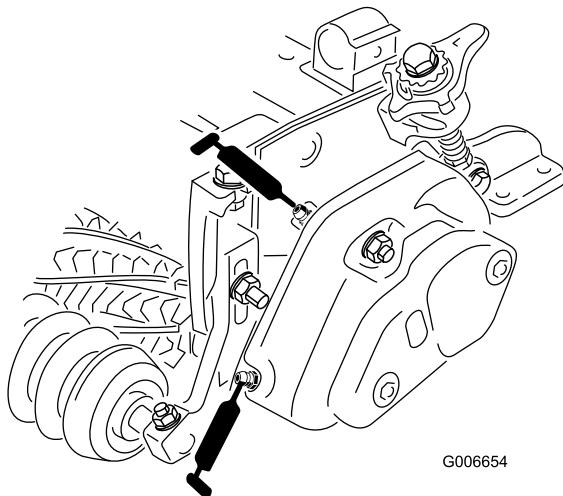

図 14
25. 各ベアリングハウジングにグリスを詰める図 14。内側シールとシールガードの間から余分なグリスが出てくる。
26. 各ベアリングにグリスを注入する注入は23回を限度とすること図 14。グリスが多くなると大きな問題が出るので、グリスを入れず